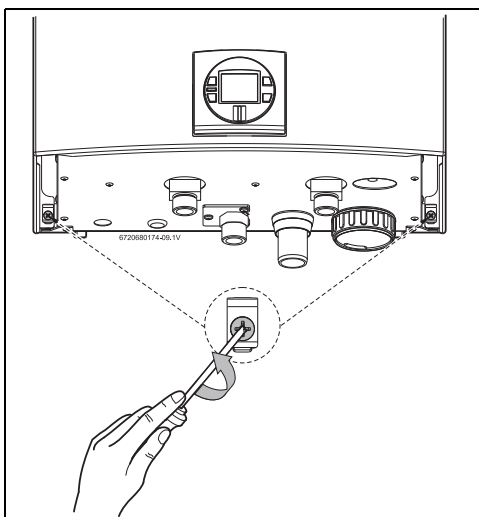

Fig. 21 Retirar los dos tornillos
- ▶ Aflojar los dos tornillos ubicados en la parte posterior del aparato (Fig. 21).
- Retirar la parte delantera del aparato, consultar (Fig. 21 y 22).